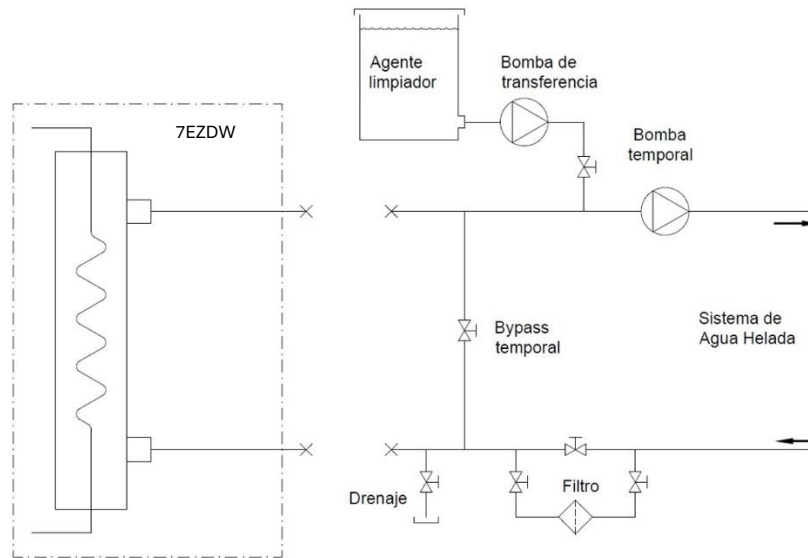

Figura 6.
- Instale un bypass temporal y aisle el chiller con tapones, para evitar que agua sucia y/o partículas extrañas entren al evaporador durante el lavado. Use una bomba temporal durante el proceso de limpieza. Además, asegúrese de que el drenaje tiene la capacidad para desaguar completamente el sistema después de la limpieza (ver Figura 6).